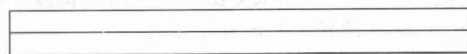

图1-27 绘制矩形和辅助直线
(1) 使用 Rectang（矩形）命令绘制一个 300×30mm 的矩形，然后过矩形两条垂直边的中点绘制一条辅助直线，如图 1-27 所示，相关命令提示如下。